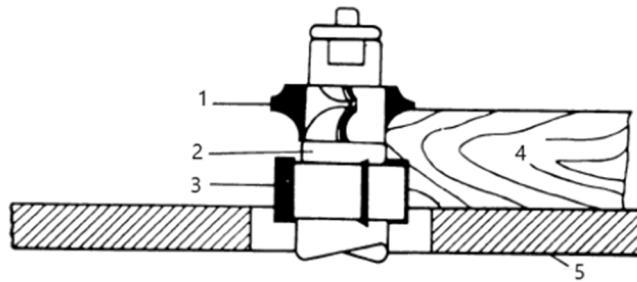

Figure 9
3. La méthode du collier entre les couteaux, illustrée à la figure 9, présente à la fois les avantages et les inconvénients des deux premières méthodes. Cette méthode est principalement utilisée lorsque les deux bords de l'ouvrage doivent être façonnés.